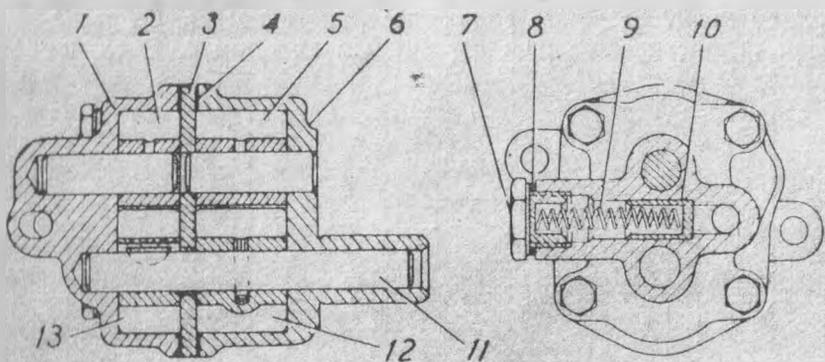

Рис. 9. Масляный насос.
**Масляный насос (рис. 9)** — шестеренный, двухсекционный.